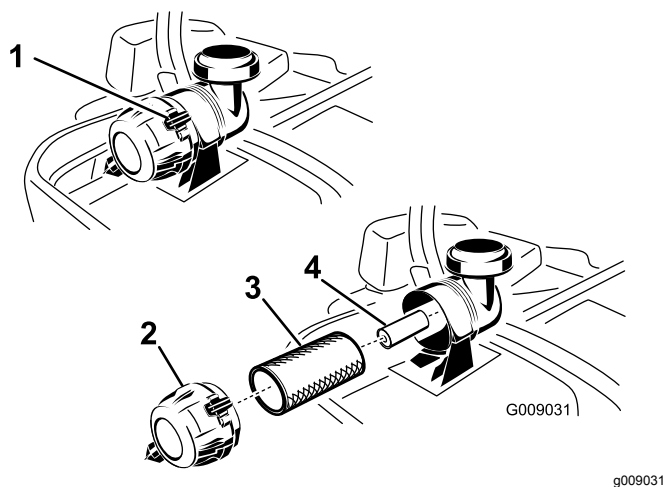

Figura 42
4. Liberte os grampos de retenção do filtro de ar e empurre a cobertura do filtro de ar para fora do corpo do filtro de ar (Figura 42).
6. Empurre suavemente o filtro primário para fora do corpo do filtro de ar (Figura 42).
2. Se substituir o filtro interno, empurre-o com cuidado para o corpo do filtro (Figura 42).
3. Empurre com cuidado o filtro principal sobre o filtro de segurança (Figura 42).
4. Instale a cobertura do filtro do ar com a tampa do respiro para baixo e rode de modo a que os grampos de retenção prendam a cobertura no lugar (Figura 42).